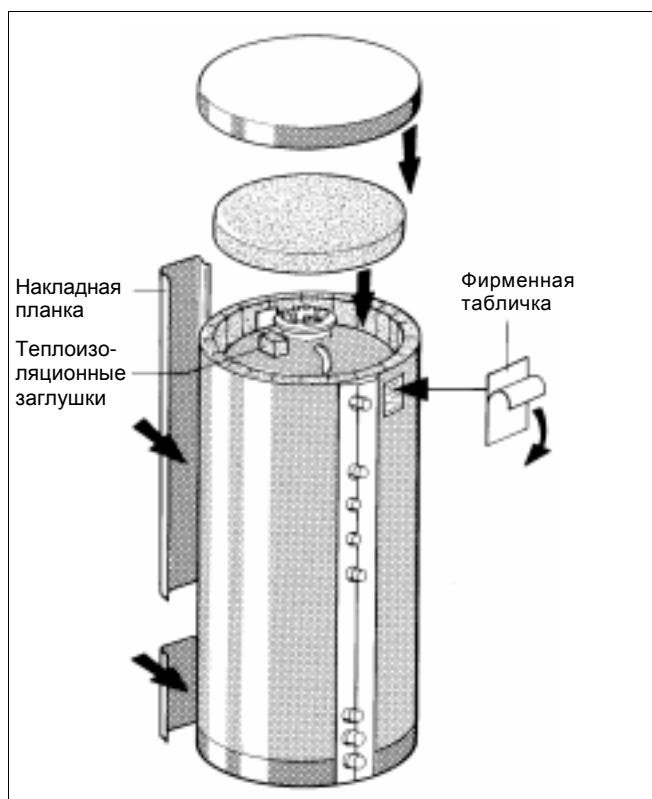

Рис. 8 Принципиальная схема
- Вставить изнутри в вырезы прямоугольные теплоизоляционные заглушки (рис. 8).
- Верхний теплоизоляционный круг наложить на крышку смотрового отверстия так, чтобы он сомкнулся по краю с матами (рис. 8).
- Надеть верхний кожух (пластмассовую крышку) сверху теплоизоляционного круга на края матов (рис. 8).
- Надеть накладную планку на планку с вырезами теплоизоляционных матов (рис. 8).
- Снять защитную пленку с обратной стороны фирменной таблички и наклеить табличку сверху справа рядом со штуцером „AB“ (рис. 8).
- Уложить верхний теплоизоляционный круг (рис. 8).